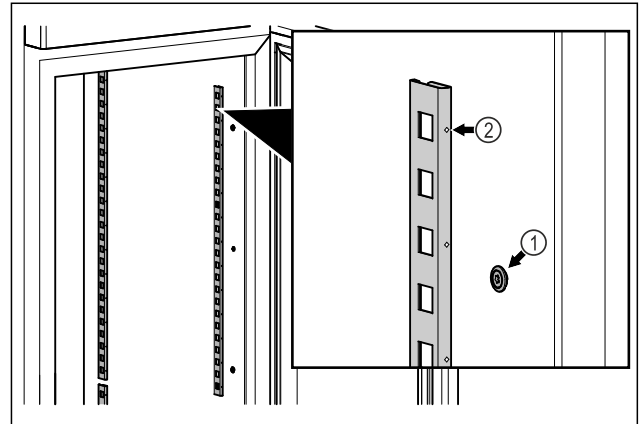

Fig. 85 Beispielhafte Darstellung
- ▶ Rastenleisten in Aufhängung Fig. 85 (1) einhaken. Markierung Fig. 85 (2) muss nach vorne zeigen.